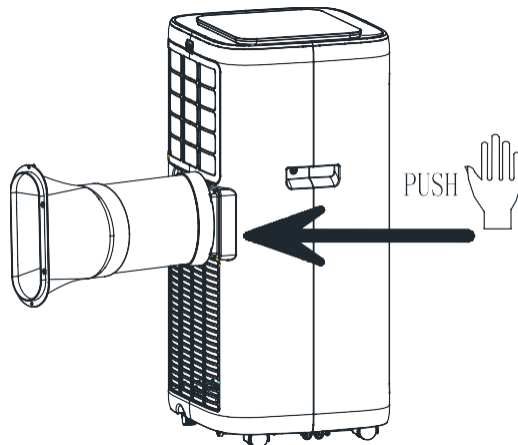

Abbildung 1
- 2.2. Führen Sie das Wärmerohr (das Ende des Abluftanschlusses) in den Lüftungsschlitze der Rückwand ein (nach links drücken) und schließen Sie die Installation ab (wie in Abbildung 1 gezeigt).